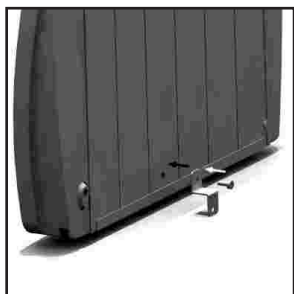

fig. 1
1. Atornillar la pieza de seguridad en la trasera del emisor. (fig. 1)